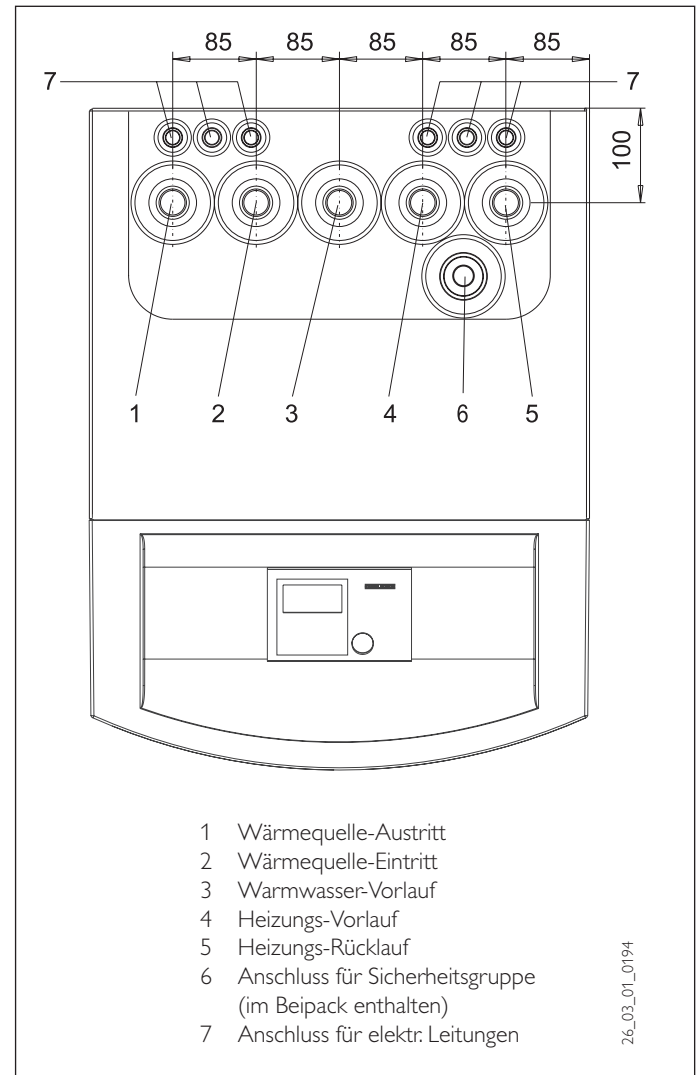

Abb. 9
Auf den richtigen Anschluss des Heizungs-vorlaufs und -rücklaufs ist zu achten (Abb. 9). Um die wasserseitige Körperschallübertragung zu reduzieren, sind flexible Druckschläuche erforderlich (Best.-Nr. siehe Abschnitt 2.3). Die Wärmedämmung ist entsprechend der Energieeinsparverordnung auszuführen.
Der oberste Tauscheranschluss des Warmwasserspeichers ist mit dem Warmwasservorlauf der WPW (siehe Abb. 9) zu verbinden. Der unterste Tauscheranschluss des Warmwasserspeichers muss mit dem Rücklaufanschluss der WPW verbunden werden. Dazu ist hinter dem Schwingungsdämpfer, der direkt an die WPW anzuschließen ist, ein T-Stück zu setzen, dass die Rückläufe vom Heizungskreis und vom Warmwassererwärmungskreis zusammenführt.
- Alle Anschlussleitungen sowie Fühlerleitungen müssen durch die vorgesehenen Durchführungen in der Rückwand geführt werden (Pos. 7 in Abb. 9).